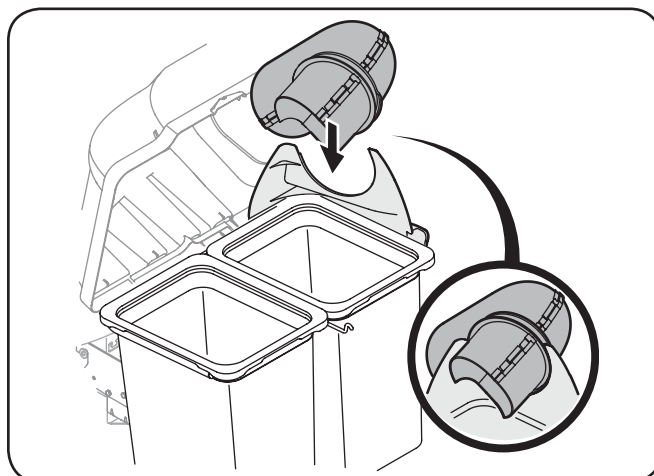

Figure 4-26
15. Avec le couvercle de la goulotte de descente ouverte, installez la goulotte supérieure sur l'adaptateur de goulotte de descente, et déposez-le dessus afin que le support de la goulotte de descente repose dans la gorge de la goulotte supérieure. Consultez la figure 4-26.